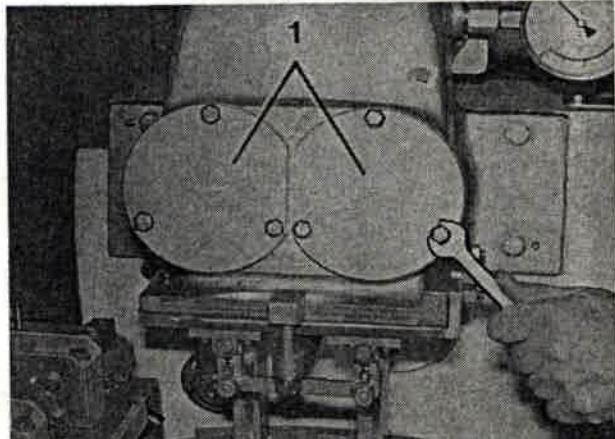

Bild 218
9. Befestigungsschrauben der Deckel (Bild 218/1) herausdrehen, Deckel und Kunststoffdeckel abnehmen.